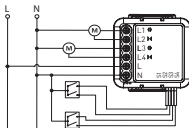

Рисунок 2.2
- 2-канальное реле (см. рисунок 2.2);